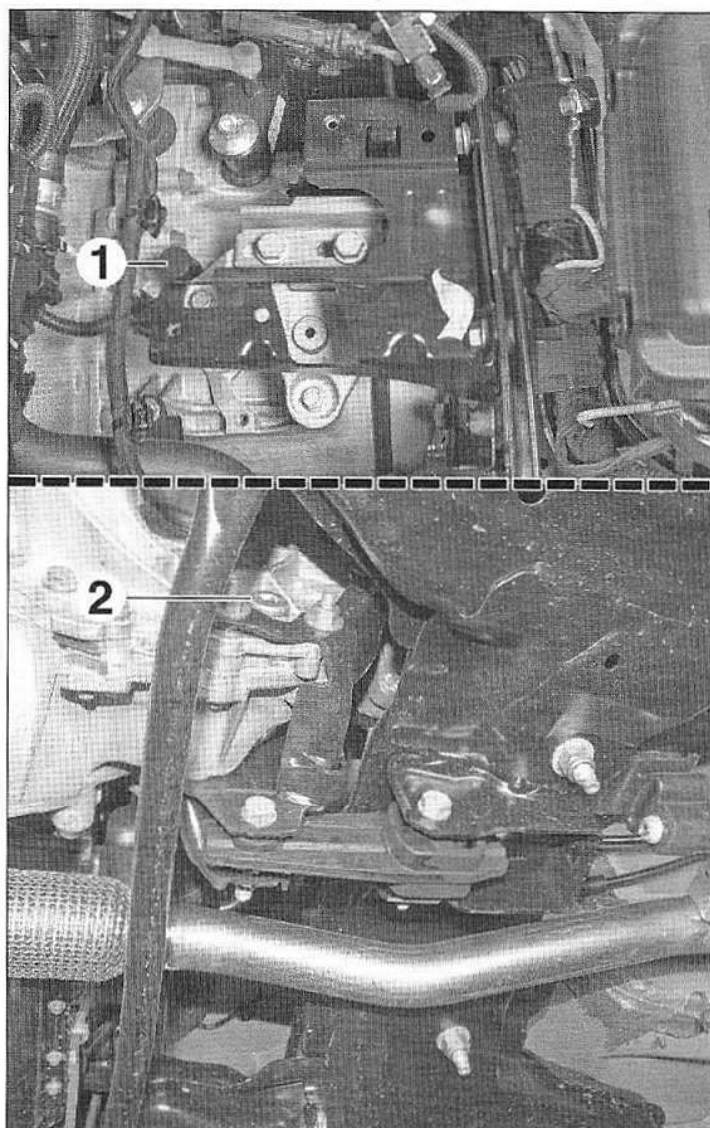

FIG.2
- le bouchon de l'orifice de mise à l'air libre (1) (Fig.2),
- le bouchon de vidange (2).
- Reposer le bouchon de vidange (2) avec un joint neuf.